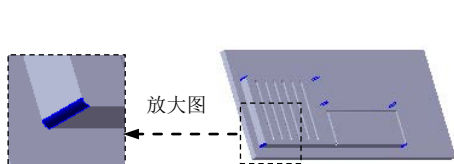

图 17.7.30 创建圆角 2
Step16. 创建图 17.7.30 所示的圆角 2。选择下拉菜单 **插入(I)** → **特征(F)** →